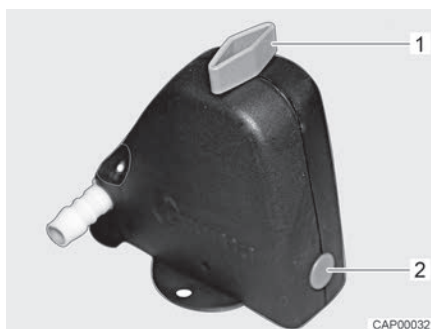
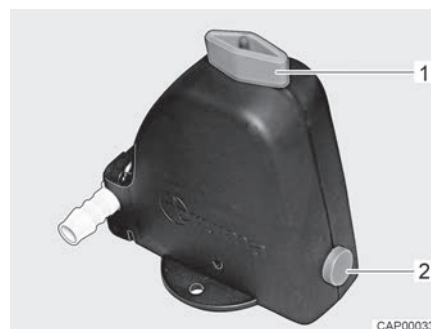

Fig. 194 Válvula de seguridad/purga cerrada
Fig. 195 Válvula de seguridad/purga abierta
- Abrir la válvula de seguridad/purga (Fig. 194). Para ello, girar el botón giratorio (Fig. 194,1) a la posición longitudinal en referencia a la válvula de seguridad/purga. El botón (Fig. 194,2) salta hacia fuera. La válvula de seguridad/purga abierta se muestra en Fig. 195.